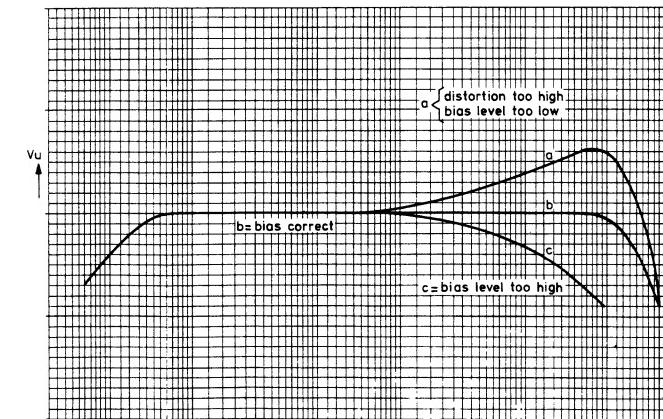

Fig. 8
- *f. Bij het instellen van het ene kanaal kan het andere iets worden beïnvloed. Bij een goede instelling zal de frequentiekarakteristiek als in Fig. 8 curve b verlopen, vervorming $\leq 3\%$.